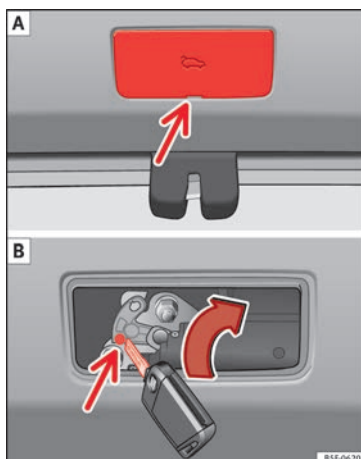

Fig. 7 Detalle del maletero: acceso al desbloqueo de emergencia.
- Retire la tapa insertando un destornillador en la ranura » » **fig. 7 A.**
- Introduzca la llave en el orificio previsto y gírela en el sentido de la flecha hasta liberar el pestillo » » **fig. 7 B.**